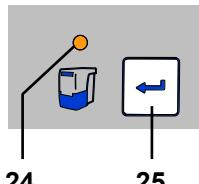

Fig. 8
- ⇒ Pressione a tecla Enter (25) (o contador do intervalo de tempo é reiniciado).
- ◆ O indicador da gaveta do pó (24) apaga-se.
***Enquanto a gaveta do pó não for esvaziada, o respectivo indicador (24, Fig. 8) permanece acesso. Além disso, depois de o aparelho ser desligado e novamente ligado, o sinal sonoro soando 3 vezes relembraria a necessidade de esvaziar a gaveta do pó.***